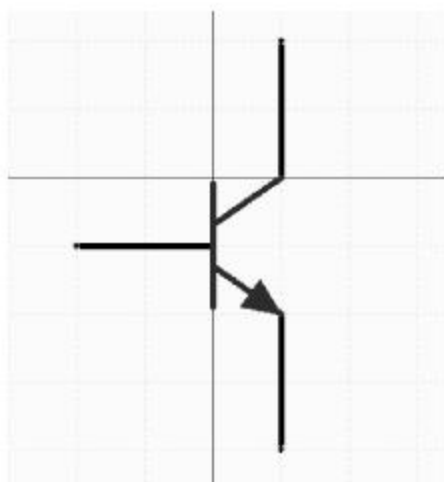

图 3-14 放置元件的管脚
(1) 单击原理图符号绘制工具栏中的“放置管脚”按钮 ,光标变成十字形状,并带有一个管脚图标。
(2) 将该管脚移到三极管符号处,单击完成放置,如图 3-14 所示。